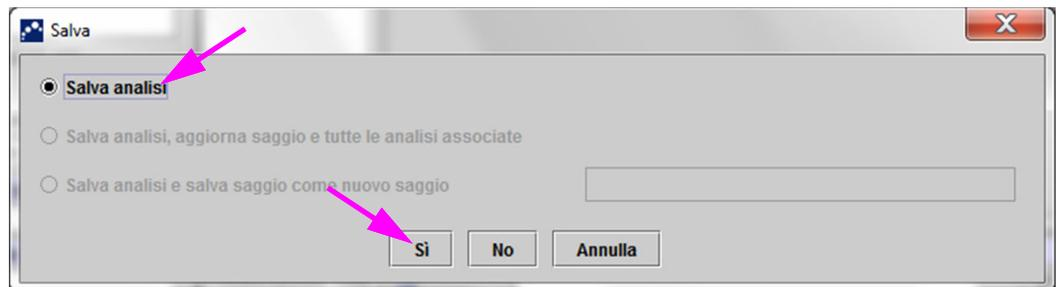

Figura 5-51. Finestra di dialogo Salva
- Fare clic su **Sì** per salvare le modifiche e proseguire. Il software tiene traccia della cronologia delle modifiche (vedere la Figura 5-51).